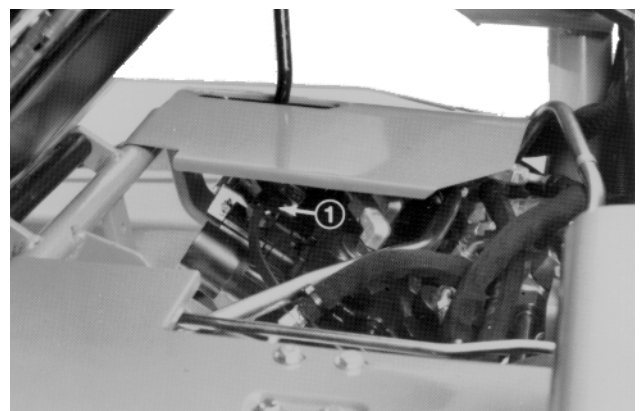

Figure 13
1. S'asseoir sur le siège. Serrer le frein de parking et enfoncer à fond la pédale de relevage, puis la relâcher. Sélectionner successivement la 1ère et la 2ème vitesse à l'aide du changement de vitesse et essayer à chaque fois de démarrer le moteur. Le moteur ne doit pas être lancé si l'interrupteur de traction sur le bloc de vanne fonctionne correctement (Fig. 13). Si le moteur n'a pas été lancé, passer au point 2. Si le moteur a été lancé, le système de blocage de sécurité est probablement défectueux.